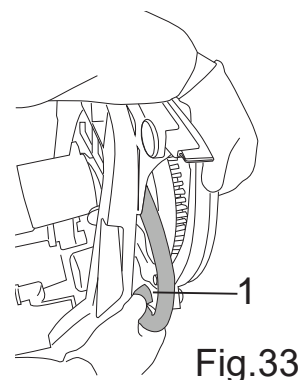

Fig.33
- Sganciare il tubo dalla valvola parzializzatrice e dallo squeegee posteriore (Fig.33-Rif.1).